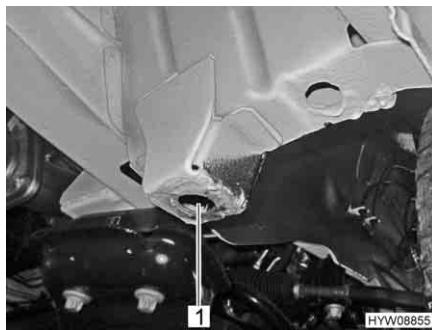

Fig. 214 Punto posizionamento cric
- Collocare il cric sui punti previsti (Fig. 214,1 e Fig. 215,1).